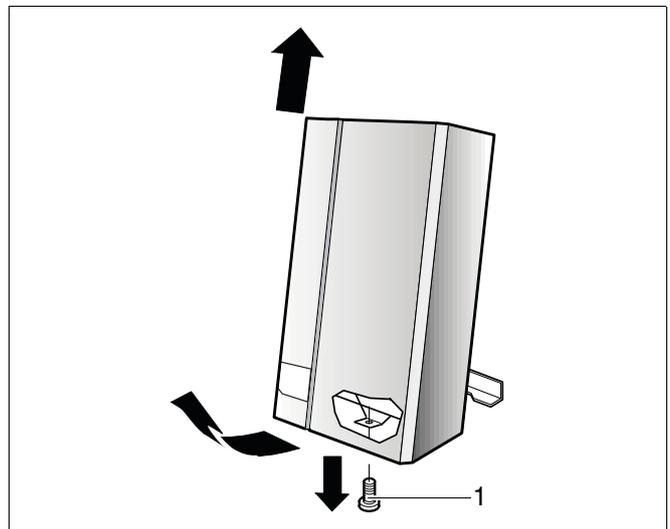

Abb. 5 Verkleidung abnehmen
- Halteschraube lösen (Abb. 5, Pos. 1).